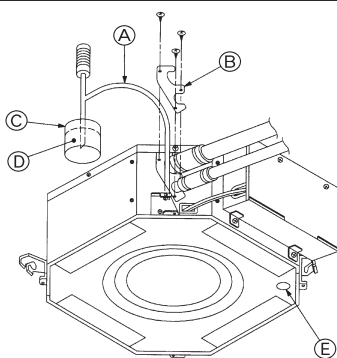

Fig. 8-1
8.4. Vérification de l'écoulement (Fig. 8-1)